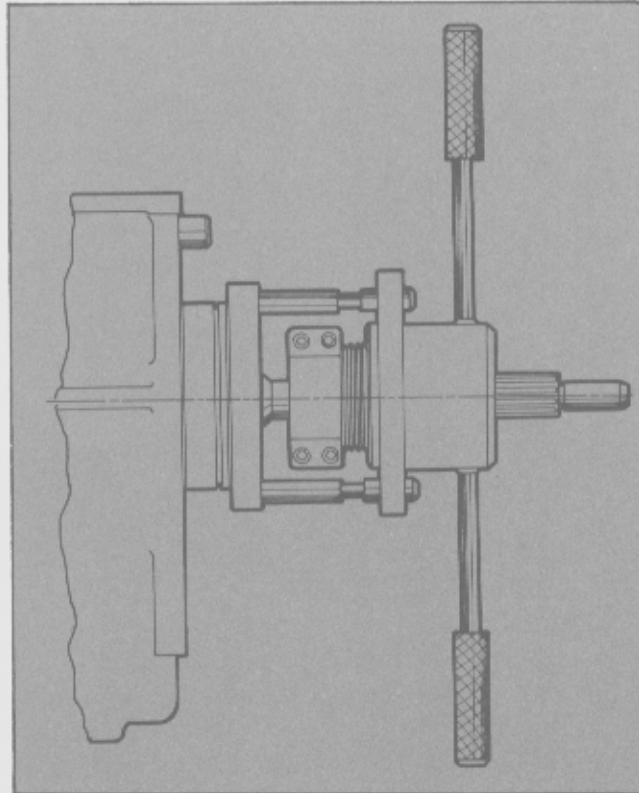

Fig. 38 - Colocación del cojinete del eje de directa.
- Colocar el cojinete de la directa utilizando la herramienta especial T70K-7061-BAS, detalle 14 (Fig. 38).